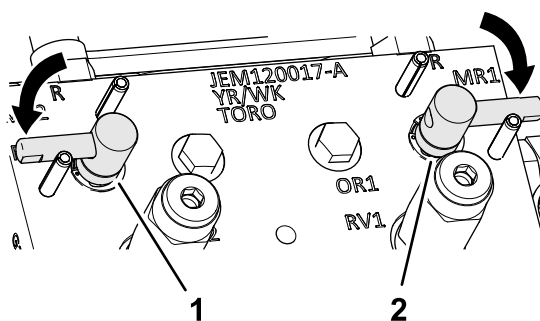

図 151
3. バックラップレバーをF刈り込み位置にセットする 図 151。